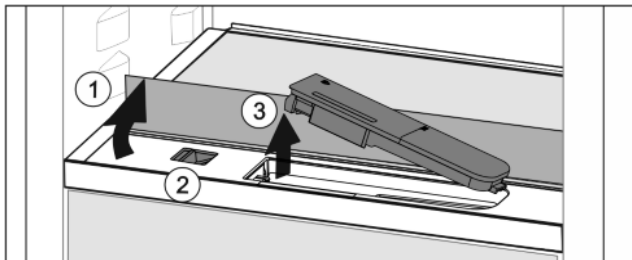

Fig. 38
- ▶ Повдигнете стъклената плоча и я завъртете до ограничителя назад Fig. 38 (1).
- ▶ Преместете плъзгача Fig. 38 (2) наляво.
- ▶ Извадете резервоара за вода Fig. 38 (3).